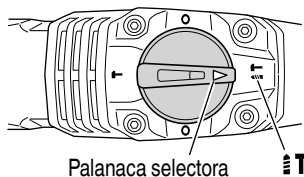

Fig. 15
- (1) Cambio a “rotación + martilleo”
- (b) Alinee las marcas ▲ de la palanca selectora y  de la tapa de la manivela como se ilustra en la Fig. 15.